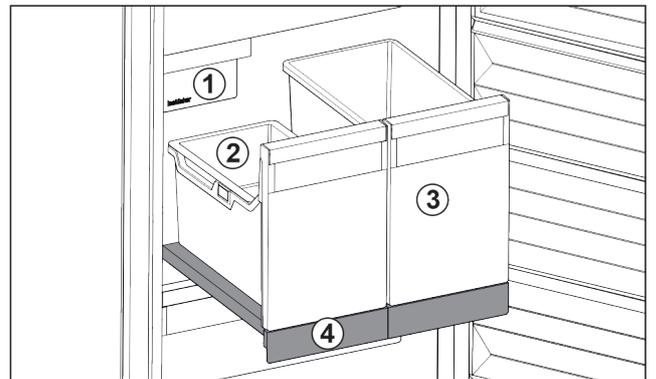

Fig. 32 Estante extraíble con IceTower
En el estante extraíble hay dos recipientes altos (IceTower). En el recipiente *Fig. 32 (2)* se recogen y almacenan los cubitos de hielo del IceMaker. El recipiente *Fig. 32 (3)* es adecuado para conservar productos altos, como pizzas o bebidas alcohólicas.